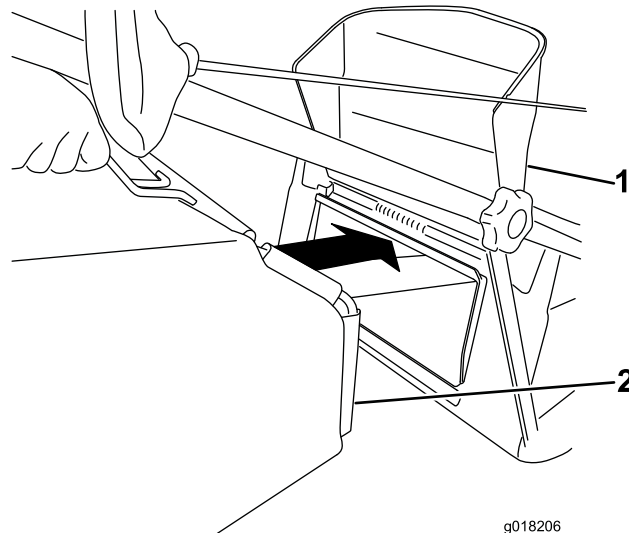

Figura 15
3. Enganche la bolsa en su posición (Figura 15).